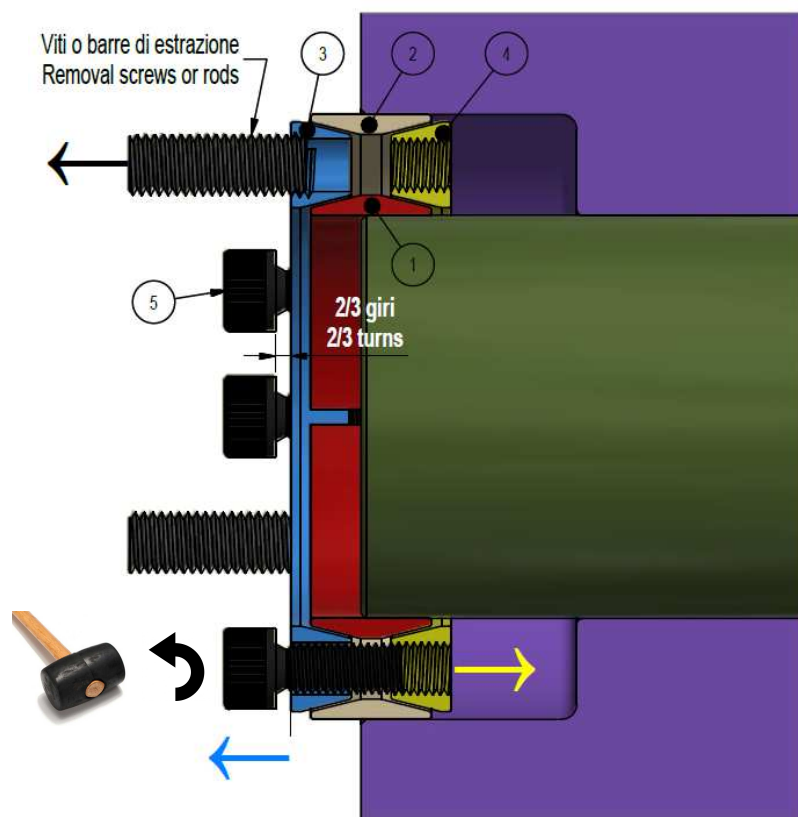

Fig. 4. Sbloccaggio degli anelli di spinta e rimozione del calettatore.
2. **Allentare tutte le viti in più passate, fino allo sbloccaggio degli anelli di spinta** (conicità autosbloccanti). Se gli anelli non si separano, aiutarsi con qualche leggero colpo di martello sulla testa di tre viti equamente spaziate ed allentate (fig. 4).
3. Normalmente, calettatore e mozzo sono smontati insieme. I calettatori posizionati in profondità nel mozzo vengono rimossi mediante viti o barre filettate (non forniti da MAV), da inserire nei fori di estrazione parzialmente filettati nell'anello di spinta anteriore (fig. 4), in corrispondenza delle viti zincate. I fori parzialmente filettati NON vanno sollecitati con elevate forze di trazione. Il diametro dei fori di estrazione filettati è maggiore del diametro delle viti di serraggio, come da tabella.